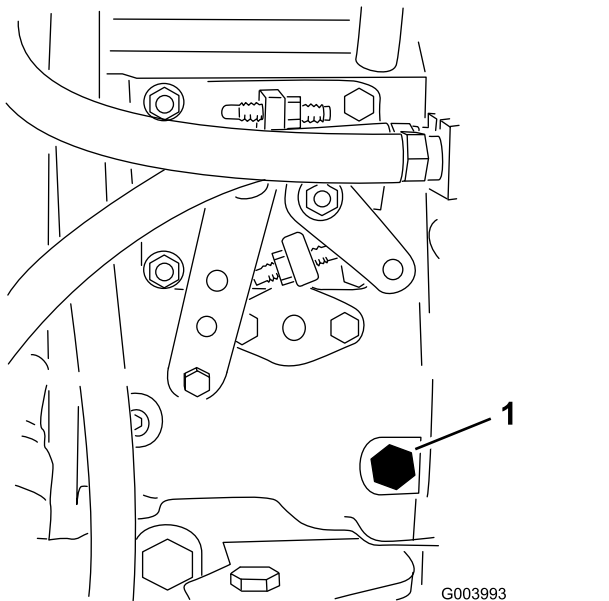

Figure 31
3. Desserrez la vis de purge sur la pompe d'injection (Figure 31) à l'aide d'une clé de 12 mm.